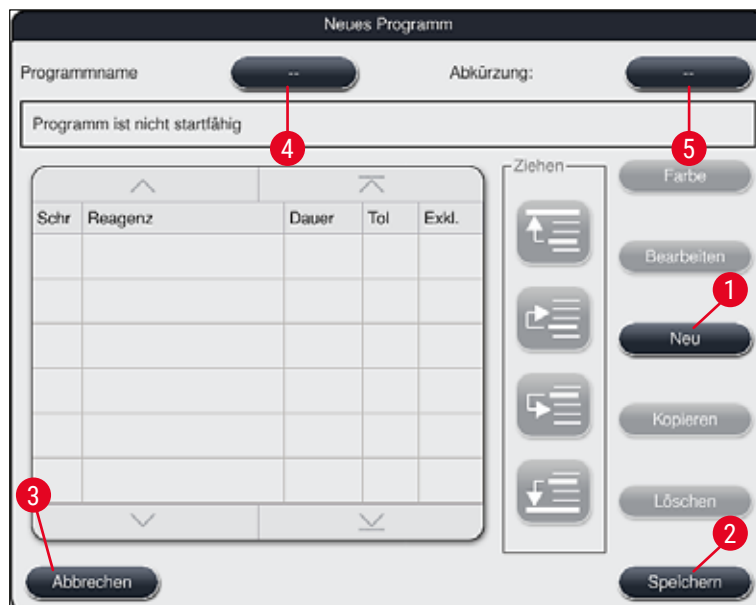

Abb. 46
- Es öffnet sich ein neues Programmfenster (→ "Abb. 46").
- Es öffnet sich das Eingabefenster (→ "Abb. 46") für das neu anzulegende Programm.